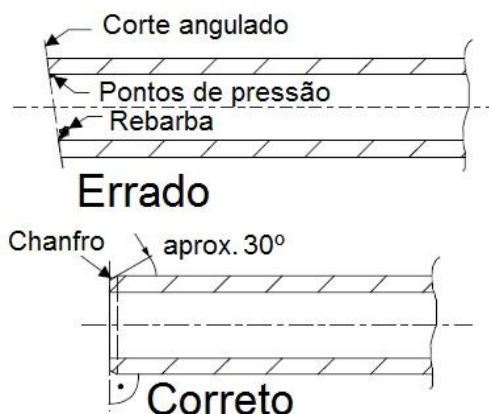

Fig. 6 Cortando os tubos
- Os tubos devem ser cortados com um cortador de tubos para comprimentos exigidos. Ao fazê-lo, certifique-se que o corte é em um ângulo reto em relação ao eixo do tubo. Quaisquer rebarbas salientes devem ser removidas **Fig. 6**.
- As extremidades das peças de tubo individuais devem ser ligeiramente inclinadas com uma ferramenta adequada, e.g. ligeiramente chanfrados com um descascador de tubo, **Fig. 6**.